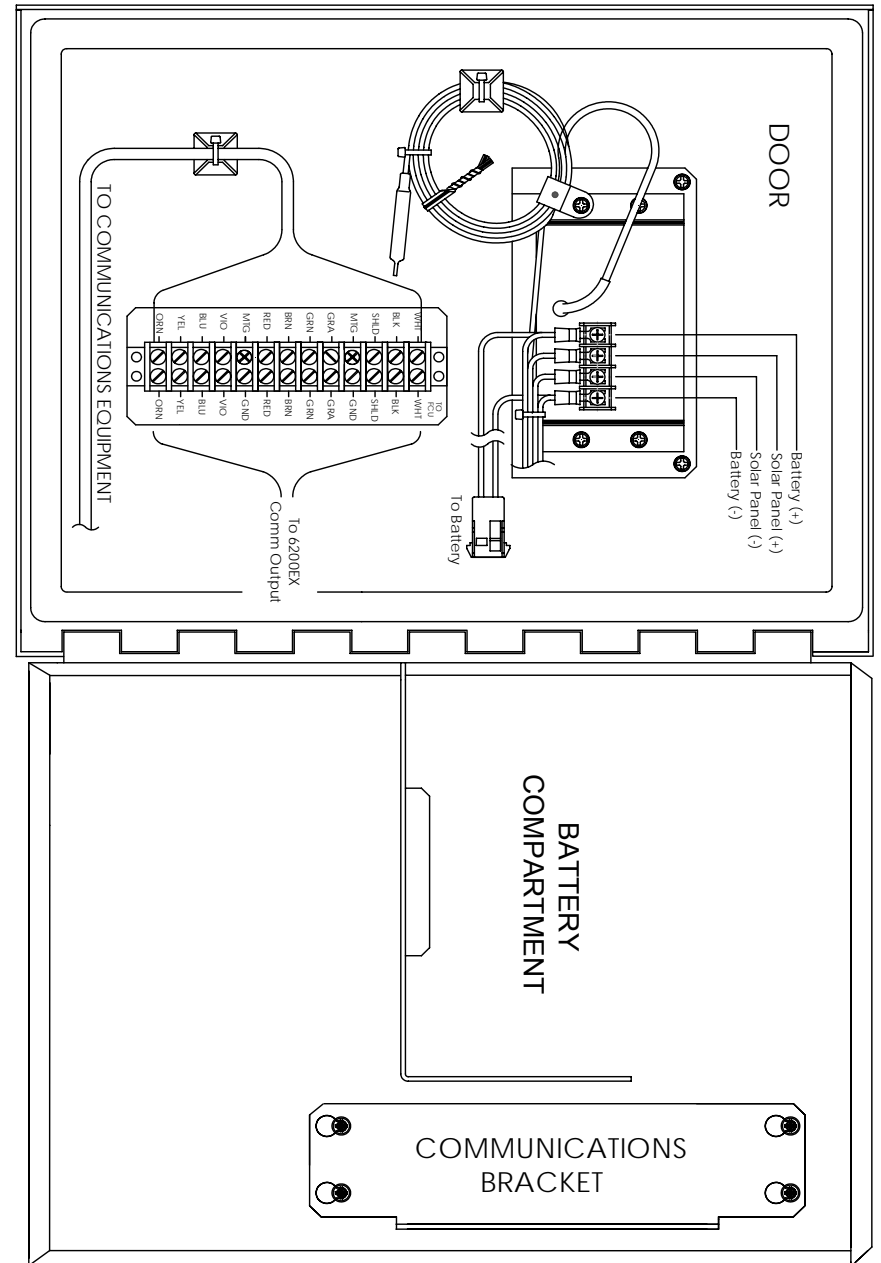

Figure 10 (unité d'équipement optionnelle du modèle 6270)
8. Le câble d'alimentation du panneau solaire se connecte aux bornes d'entrée de barrette (voir figure 10). Retirez l'un des bouchons de l'OEU et installez le connecteur de cordon. Retirez l'écrou, la bague d'étanchéité et la rondelle en caoutchouc du connecteur de cordon. Faites glisser l'écrou, la bague d'étanchéité et la rondelle sur le câble et insérez le câble dans le corps du connecteur de cordon. Laissez suffisamment de câble d'alimentation dans l'unité pour la connexion aux bornes +/- d'entrée de barrette.